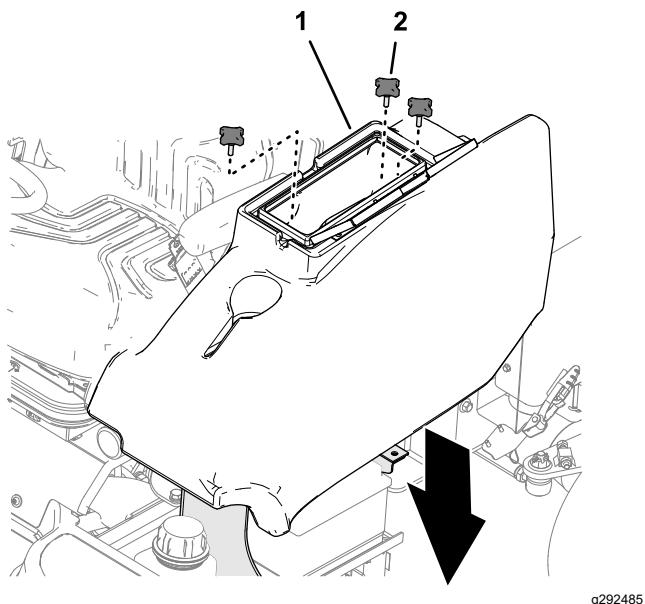

Figura 54
2. Monte el compartimento de almacenamiento en la máquina con los 3 pomos (Figura 54)